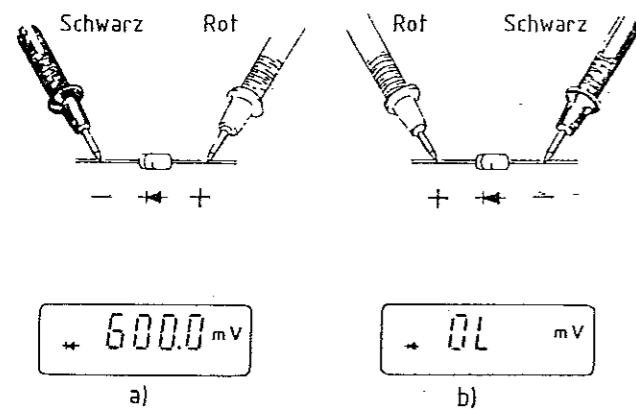

Bild 2-4
- Die Meßkabel wie in Bild 2-4 a) gezeigt mit der Diode verbinden, um in Durchlaßrichtung zu messen. Das Digitalmultimeter zeigt die Durchlaßspannung der Diode an. Normalerweise muß diese zwischen 500 und 700 mV liegen.
Nun die Meßspitzen umpolen, d. h. wie in Bild 2-4 b) mit der Diode verbinden. Wenn die Diode einwandfrei ist, d. h. nicht leitet, erscheint die Meldung OL in der Anzeige. Wenn die Diode defekt ist, wird eine Spannung in der Nähe von 0 mV wie bei der Prüfung einer kurzgeschlossenen Diode angezeigt.